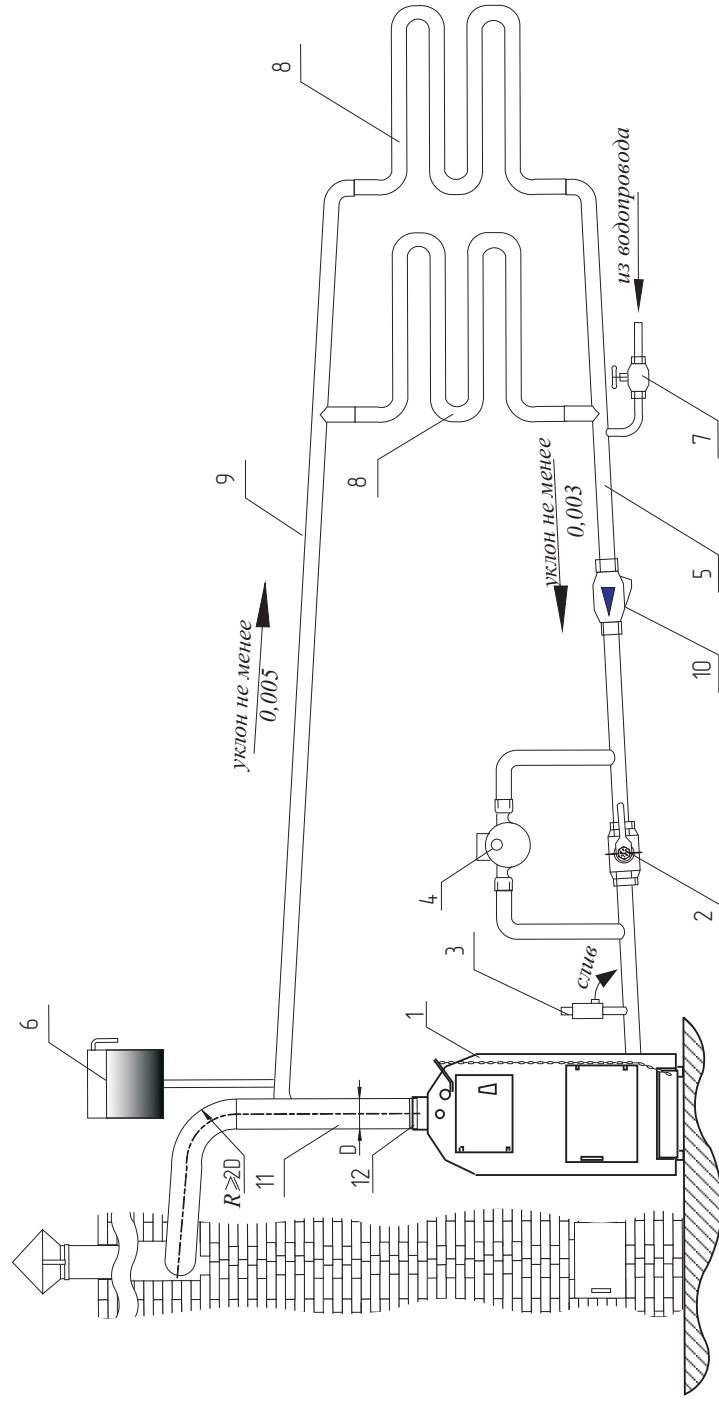

Рис.1. Рекомендуемая схема разводки трубопроводов системы отопления
6.6. Присоединить трубу дымоотводящего канала (поз.11 рис.1) к обечайке дымохода котла (поз.12 рис.1). Место присоединения промажьте глиняным или цементным раствором.
6.7. По своим конструктивным данным при правильно организованной системе отопления, котел может работать в условиях естественной циркуляции теплоносителя (без насоса). В случае установки котла в отдельном помещении, или выше нижней точки обратного трубопровода, монтируйте систему отопления как показано на рис.1 (с насосом).
6.8. Согласно Рис.1 установите распределитель с циркуляционным насосом (поз.4) Насос устанавливается на трубопровод, имеющий надежное заземление. Перед включением в сеть проверить состояние изоляции токоведущего кабеля, целостность и исправность переключателя скоростей.
6.10. На распределителе установлен кран ДУ-50 (поз.2 рис. 1). При работающем насосе кран должен находиться в закрытом состоянии. При отсутствии электроэнергии насос останавливается. Для перехода на естественную циркуляцию воды по отопительной системе необходимо открыть кран и выключить насос.
6.11. В верхнюю точку трубопровода отопления присоединяется расширительный бак (поз.6 рис. 1). Подбор расширительного бака необходимо вести с учетом особенностей и объема отопительной системы (этажности, количества ветвей системы и т.д.).
6.12. Для подпитки системы к трубопроводу обратной воды подвести трубопровод от водопровода холодной воды с установкой вентиля (поз.7 рис.1).
1. При присоединении дымоотводящего канала к котлу, труба (поз. 12 рис. 1) должна плотно одеваться на обечайку (поз. 13 рис. 1) дымохода котла. Допускается уплотнить щель огнестойким материалом (глина, базальтовый картон и т.п.).